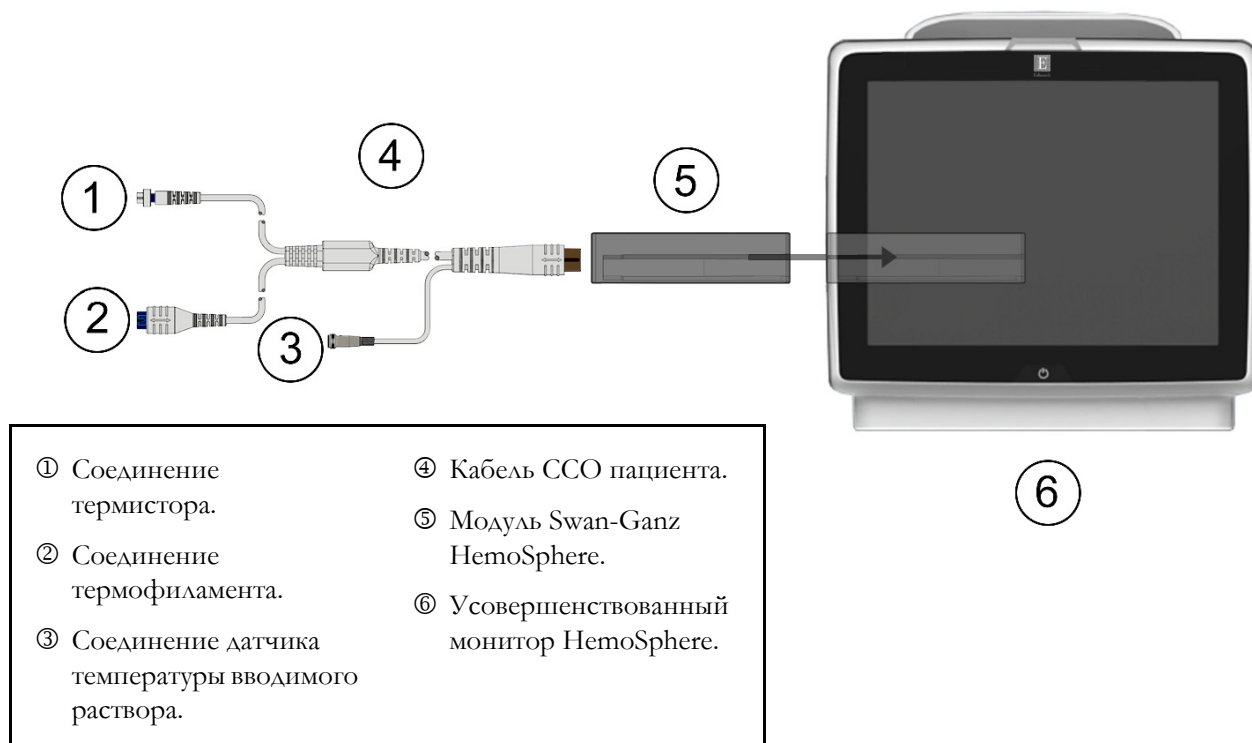

Рис. 4-1 Обзор соединений для мониторинга с помощью модуля Swan-Ganz HemoSphere
Соединения для мониторинга с помощью модуля Swan-Ganz HemoSphere см. на рис. 4-1.
- 11 Подсоедините разъемы термистора ① и термофиламента ② катетера Swan-Ganz CCO (рис. 4-1) к кабелю CCO пациента.
- 13 Коснитесь значка начала мониторинга . На значке остановки мониторинга  отобразится таймер обратного отсчета для индикации времени до получения первого значения CO. Спустя примерно 5–12 минут, когда данные будут получены в достаточном количестве, на шаре параметров появится значение сердечного выброса (CO).
- 11 Подсоедините разъем термистора (①, рис. 4-1) катетера Swan-Ganz к кабелю CCO пациента.
- 12 Подключите датчик температуры вводимого раствора к соответствующему разъему ③ на кабеле CCO пациента. Тип системы введения раствора (магистральная или погружаемая) определится автоматически.
- 11 Подсоедините разъемы термистора ① и термофиламент ② волюметрического катетера Swan-Ganz (рис. 4-1) к кабелю ССО пациента.